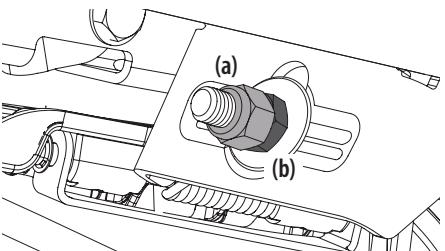

Figure 40
- Pour relever l'avant du plateau, retirez l'embout, desserrez le contre-écrou extérieur (a), puis serrez (vissez à l'intérieur) l'écrou intérieur (b) contre le support de suspension avant. Consultez la Figure 40. Si le réglage est correct, resserrez le contre-écrou extérieur (a) et remettez l'embout en place.
6. Pour abaisser l'avant du plateau, retirez l'embout, desserrez le contre-écrou extérieur (a), puis desserrez (vissez à l'extérieur) l'écrou intérieur (b) à l'écart du support de suspension avant. Consultez la Figure 40 à la page 96. Si le réglage est correct, resserrez le contre-écrou extérieur (a) à 77 N·m (57 pi-lb) et remettez l'embout en place.